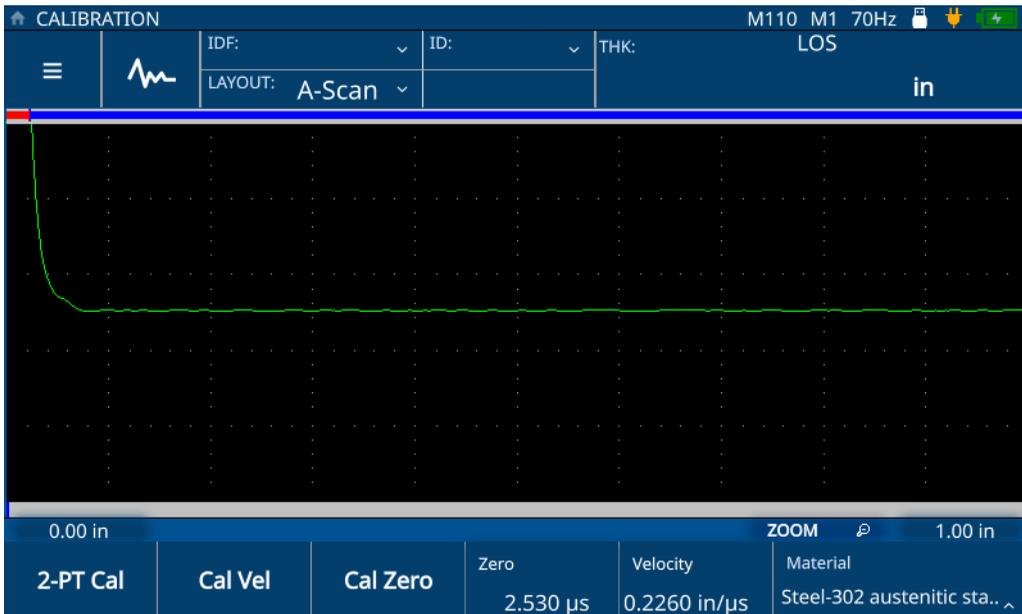

Abbildung 5-1 Calibration Fenster
2. Drücken Sie die **CAL** Taste, um das **Calibration** (Justierung) Fenster zu öffnen (siehe Abbildung 5-1 auf Seite 46).
2. Drücken Sie die **CAL** Taste, um das Calibration Fenster zu öffnen (siehe Abbildung 5-1 auf Seite 46).